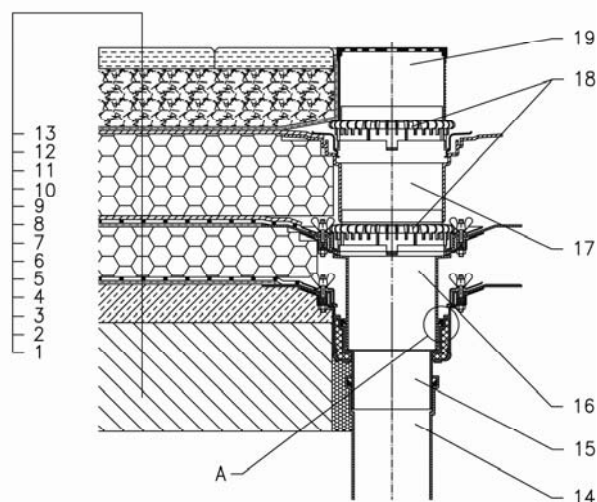

Рис. 1. «Комбинированная» кровля – пешеходная.
Для более полного представления об организации водоотведения с инверсионных кровель предлагаем рассмотреть (в качестве примера) водоотведение с так называемой «комбинированной» кровли, которая включает традиционную и инверсионную части (Рис. 1).
- ✚ Кровельная воронка п.15 (Рис. 1) устанавливается на плиту перекрытия, пароизоляция герметично соединяется кровельной воронкой.
- ✚ Надставной элемент п. 16 (Рис. 1) устанавливается в кровельную воронку, гидроизоляция герметично соединяется с надставным элементом.
- ✚ Соединение надставного элемента с воронкой выполняется герметичным, за счет применения язычкового резинового уплотнения п. А (Рис. 1).
гидроизоляция. Следовательно, необходимо отводить воду с уровня гидроизоляции. Для этой цели используется дренажный фланец п. 18 (Рис.1), который устанавливается в надставной элемент п. 16 (Рис.1). Понятно, что если мы отводим воду с уровня гидроизоляции, то вода будет присутствовать во всех слоях кровли, которые находятся выше. Как говорилось ранее, на инверсионной кровле мы используем утеплители с низкой влагопроницаемостью, но такой утеплитель является серьезным препятствием для воды. Так как утеплитель уложен с уклоном, вода течет по утеплителю к кровельной воронке. Наша задача, принять эту воду, т.е. используем дренажный фланец (как и в случае приема воды на уровне гидроизоляции) и устанавливаем его в надставной элемент п. 17 (Рис.1). На рисунке 1 показано, что надставной элемент п. 17 устанавливается на дренажный фланец так, чтобы его чаша опиралась на утеплитель (при необходимости надставной элемент либо подрезается по толщине утеплителя, либо наращивается при помощи специального удлинителя). По утеплителю, как правило, укладывается разделительный слой (геотекстиль), который заводится на чашу надставного элемента и механически крепится к ней при помощи фланца из нержавеющей стали. Почему мы рекомендуем механически крепить геотекстиль к надставному элементу? Казалось бы, можно применить просто удлинитель, чтобы дренажный фланец оказался на уровне утеплителя (это дешевле), еще дешевле не выводить воронку до уровня тротуарной плитки, а вместо дренажного фланца использовать листоуловитель! На этот вопрос есть два существенных замечания: Первое замечание связано с водой. Вода легче двигаться вдоль удлинителя с внешней стороны, чем дренировать через слои кровли. В результате, образуются промоины или кровля начинает сползать в воронку, т.е. в месте установки воронки кровля проваливается! Это связано с тем, что гравий п. 12 (основной дренажный слой) и тротуарная плитка п. 13 свободно уложены (т.е. не закреплены), и под воздействием нагрузки могут смещаться! Второе замечание – если мы не выводим кровельную воронку на уровень плитки, то, в случае каких-либо проблем, воронку трудно найти на кровле без демонтажа плитки и дренажного слоя, а также не возможно провести инспекцию ее работоспособности. Поэтому, рекомендуя применять надставной элемент п.17, мы специально создаем препятствие для воды и заставляем ее идти через дренажный фланец, к тому же мы фиксируем его в кровле и не даем смещаться при механических нагрузках (эксплуатируемая кровля). Далее на верхний дренажный фланец устанавливается надставной элемент с решеткой из нержавеющей стали (выводится уровень с тротуарной плиткой). Все! В результате мы получили кровельную воронку для внутреннего водостока с возможностью сбора воды с трех уровней: с тротуарной плитки, с утеплителя и с гидроизоляции.
Думаю, что для многих уже ясно, что в нашем понимании кровельная воронка – это не просто какое-то отдельно взятое изделие, а продуманное и систематизированное решение, состоящее из целого ряда готовых товарных позиций. И только собранные вместе для Вашей конкретной кровли, они становятся «кровельной воронкой»! Для наглядности, представляем здесь три фотографии «кровельных воронок». Обратите внимание, эти «воронки» решают одну и ту же задачу – отведение дождевых вод с комбинированной кровли (Рис. 1), но как разительно они отличаются!